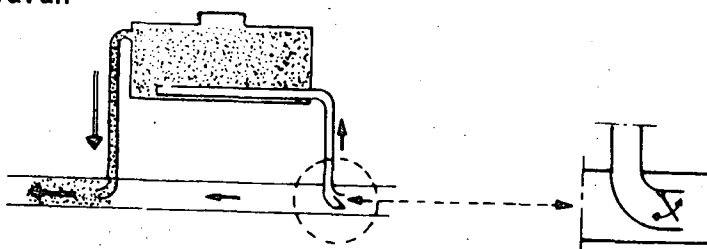

Fig. 3
- d Regule a saída do pó através da alavanca (fig. 3).